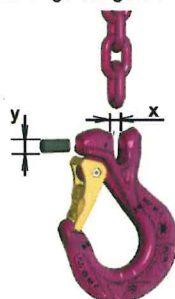

Bild 12:
- Gabelöffnung **x** verhindert den Anschluss einer dickeren ICE-Kette (Bild 12).
- Bolzendurchmesser **y** verhindert den Anschluss einer dünneren ICE-Kette (Bild 12).